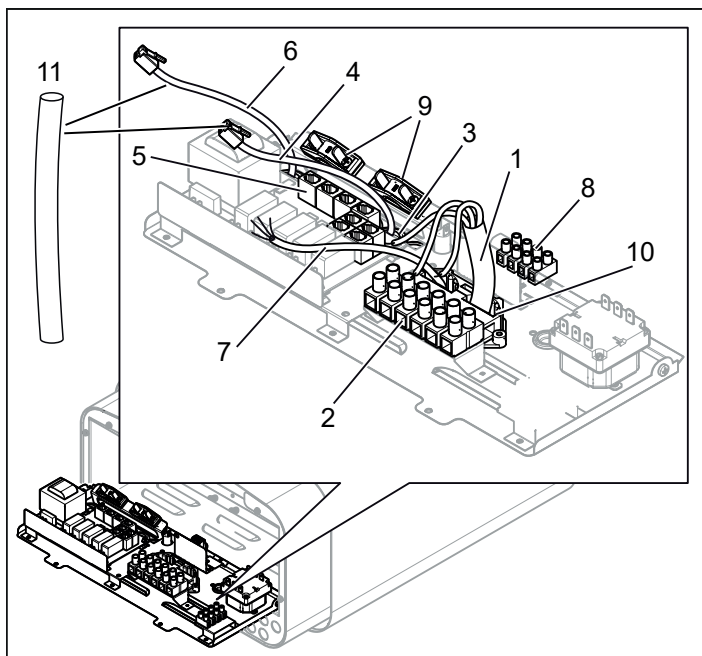
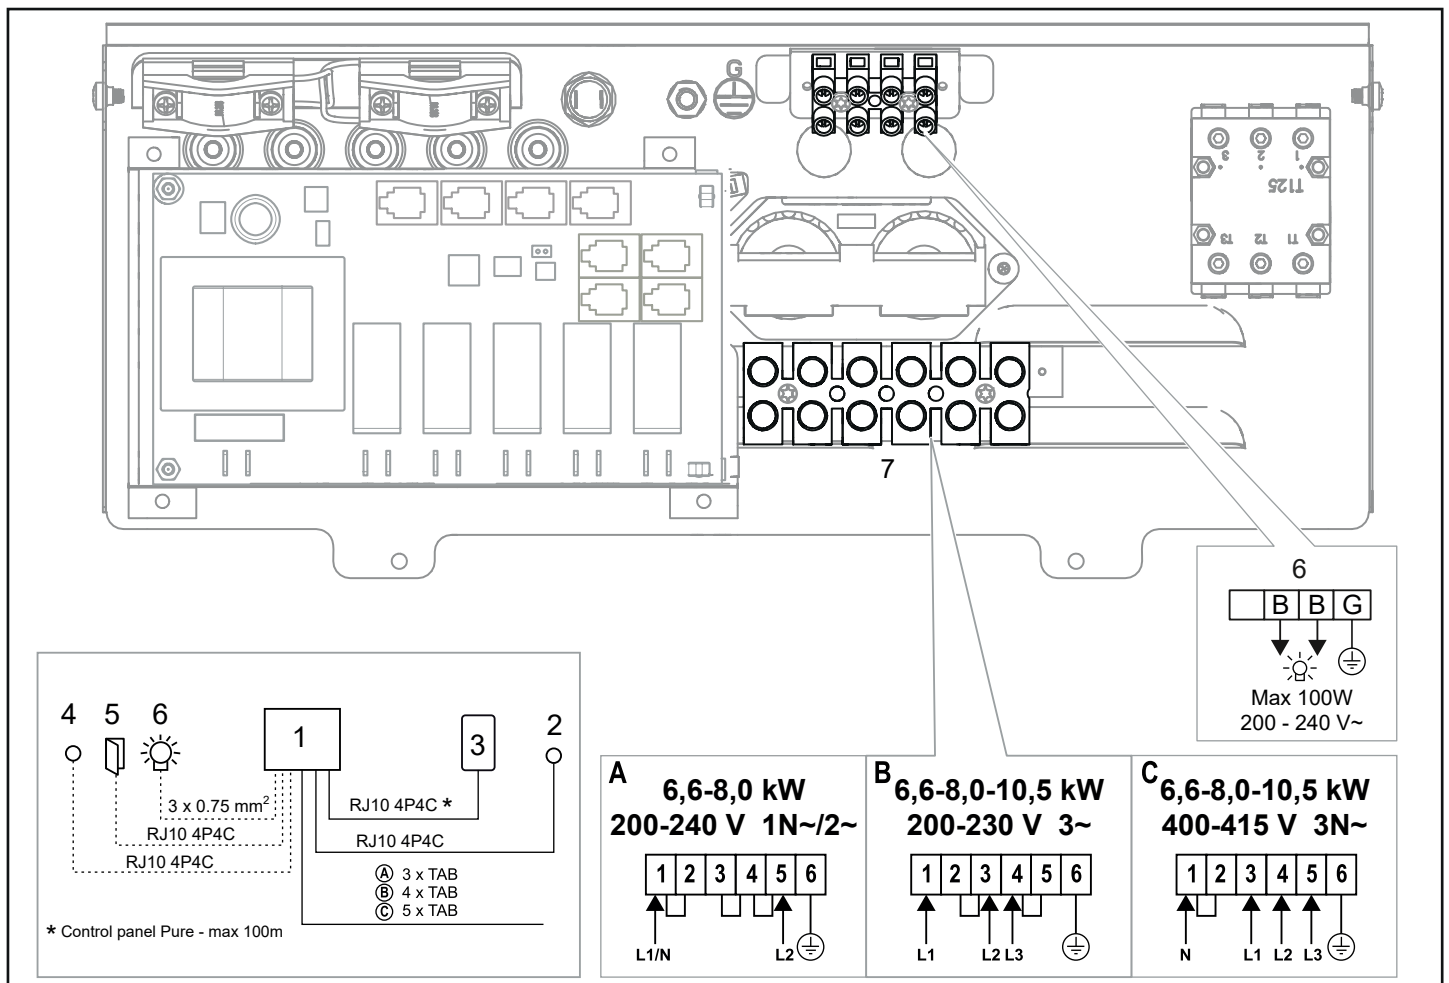
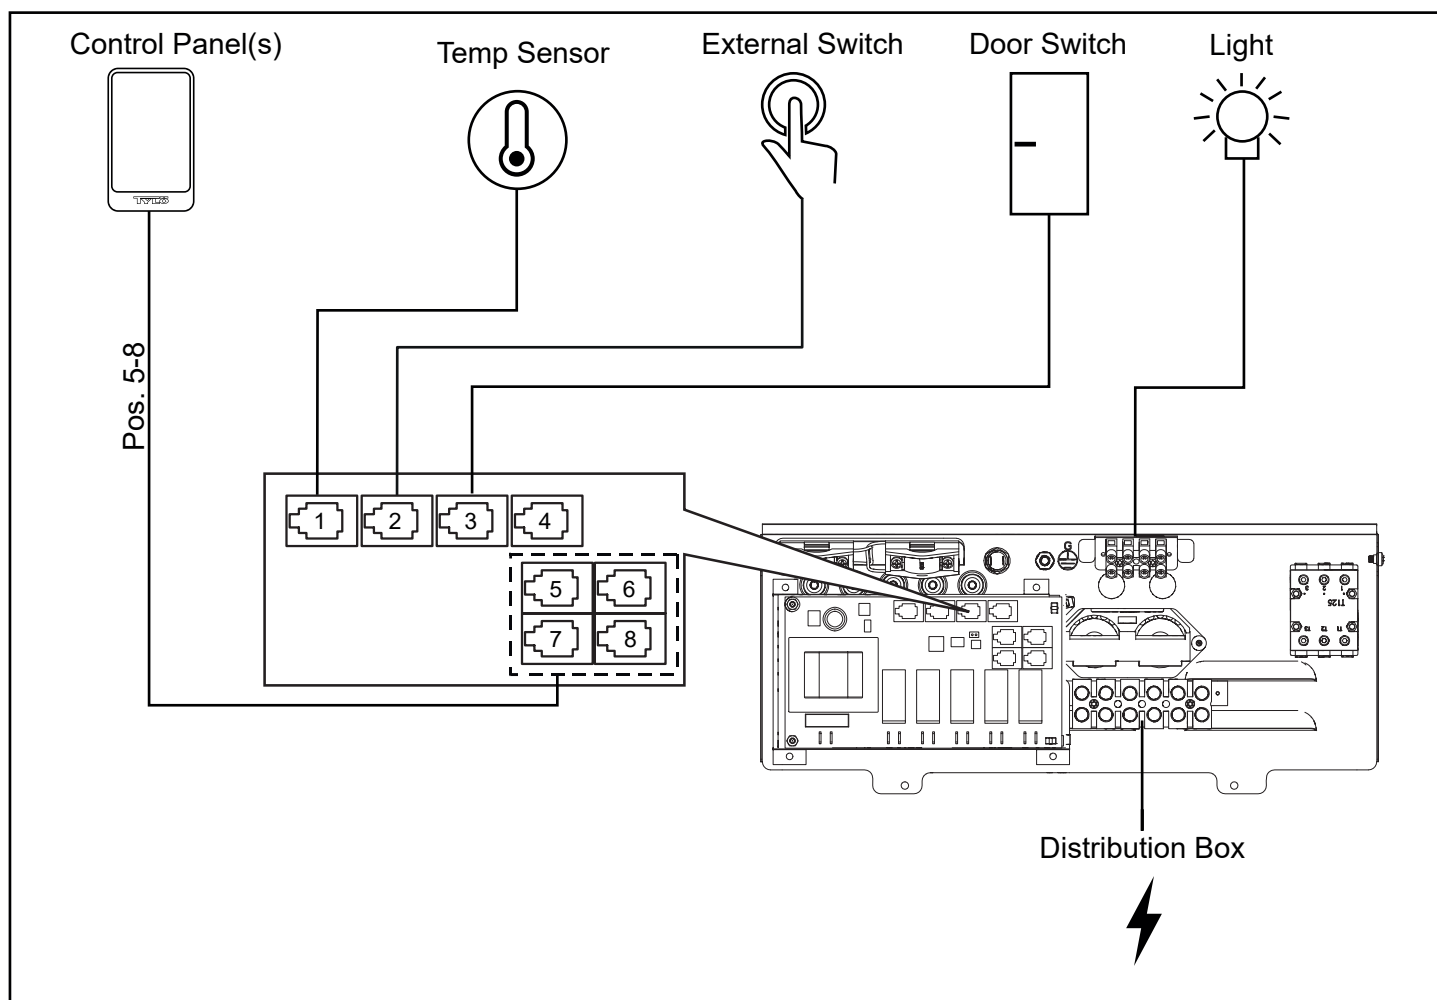

Fig 9: Kretskortet
Fig 17: Kopplingschema
Fig. 18. Schematisk installation Sense Pure
3. Anslut elkabeln (se Fig 9) enligt kopplingschema (se Fig 17).
4. Dra kablar för manöverpanel och temperatursensor genom kabelgenomföringarna (se Fig 9). Anslut manöverpanelens kabel i en av de fyra RS485-kontaktarna (position 5-8) (5) (se Fig 18).
5. Anslut sensorns kabel till NTC-kontakten på kretskortet (position 1) (5) (se Fig 18).
6. Anslut eventuell kabel till belysning se Fig 9, enligt kopplings schema Fig 17.
Vid inkoppling till spänningar eller fas-tal, som inte anges i kopplingschema Fig 17, kontakta Tylö kundservice.